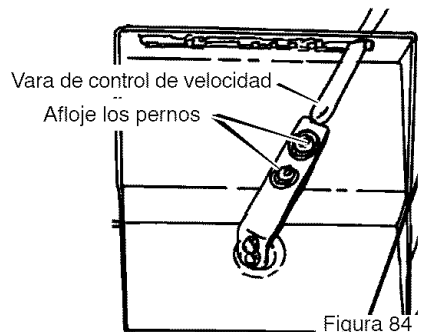

Figura 84
2. Afloje los **pernos** en la **vara de control de velocidad** (Figura 84).
4. Apriete los **pernos** que hay en la **vara de control de velocidad** (Figura 84).